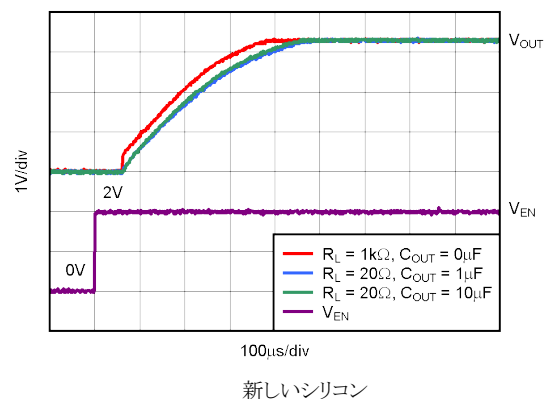

図 5-40. TPS73633 のターンオン応答
イネーブルピン (EN) はアクティブ High であり、標準の TTL-CMOS レベルと互換です。 V_{EN} が 0.5V (最大値) 未満になると、レギュレータはオフになり、GND ピンの電流は約 10nA にまで低下します。EN ピンを使用してレギュレータをシャットダウンすると、すべての電荷がパストランジスタのゲートから除去されます。 V_{EN} が 1.7V (最小値) を超えると、レギュレータはオンになり、出力は制御された V_{OUT} に戻ります (詳細は 図 5-40 を参照)。